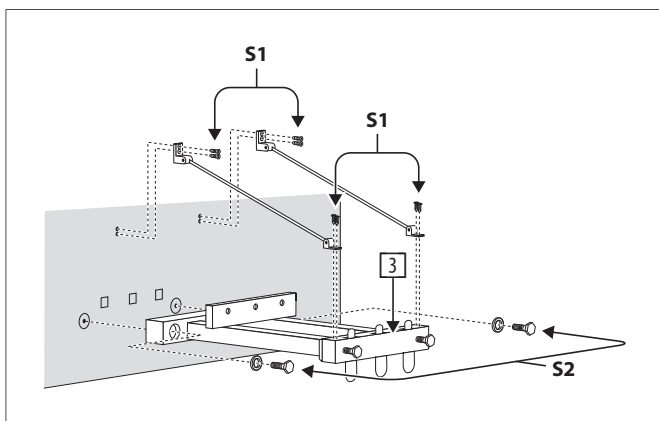

Fig. 2.3: Montagem da pedaleira
- 3) Segure a pedaleira [3] contra o corpo, de modo a que os pedais fiquem virados para o chão. Fixe agora a pedaleira com duas cavilhas (S2) às porcas pré-montadas nas posições entalhadas do corpo (cf. Fig. 2.3).